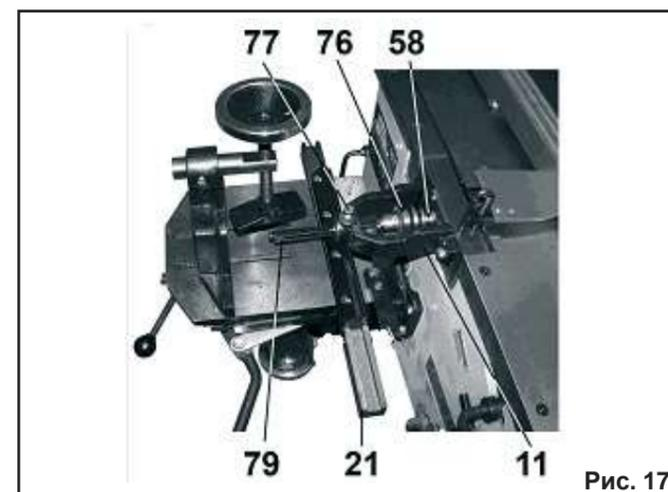

Рис. 17
8.2.19. На конус рабочего вала (58) надёжно установите сверлильный патрон (76), Рис.17.
8.2.20. Как показано на Рис. 17, установите и закрепите болтовым соединением держатель пазовальной насадки (11).
8.2.21. В сверлильном патроне (76) закрепите сверло пазовальной насадки (79), долото пазовальной насадки (79) закрепите винтом фиксации (77), Рис. 17.